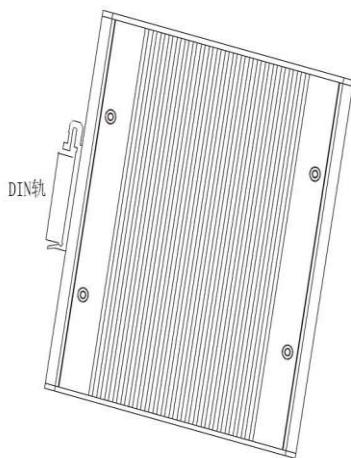

图3-1 RugNet IES1008M 安装方式图
大多数的工业应用采用35mm标准DIN卡轨式安装，其安装尺寸如图3-1所示。
- 如图 3-1 中所示，将 DIN 轨卡入 DIN 卡轨连接座，确认 RugNet IES1008M 设备可靠地安装到 DIN 轨上。